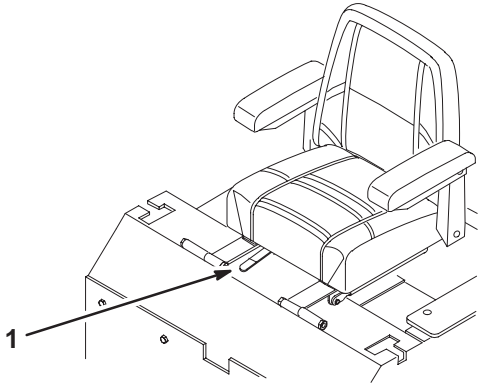

Figure 25
1. Pour régler les verrous à came, soulevez le levier pour desserrer le verrou (Fig. 25).
1. Poussez le levier de réglage sur le côté pour débloquer le siège (Fig. 25).